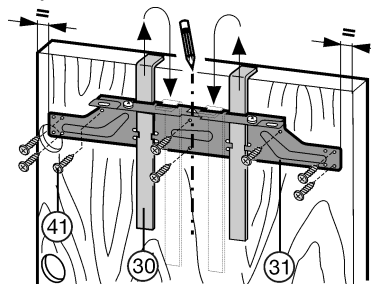

Fig. 26
- Desatornille el travesaño de fijación Fig. 26 (31) mediante las contratuercas Fig. 26 (32).
- Enganche el travesaño de fijación Fig. 26 (31) con las ayudas de montaje Fig. 26 (30) en la cara interior de la puerta del mueble.
- Alinee el travesaño de fijación Fig. 26 (31) centrado: trace una línea central corta en la puerta del mueble y coloque encima la punta de la flecha del travesaño.
- Alinee el travesaño de fijación Fig. 26 (31): trace una línea central corta en la puerta del mueble y coloque encima la punta de la flecha del travesaño. A continuación, desplace el travesaño de fijación Fig. 26 (31) 3/16 pulg (5.5 mm) hasta el lado de la bisagra.
- Atornille el travesaño de fijación Fig. 26 (31) con 6 tornillos Fig. 26 (41) como mínimo.
- Atornille el travesaño de fijación Fig. 26 (31) con 4 tornillos Fig. 26 (41) en el borde.
- Extraiga las ayudas de montaje Fig. 26 (30) hacia arriba e introdúzcalas invertidas en los orificios de alojamiento adyacentes.